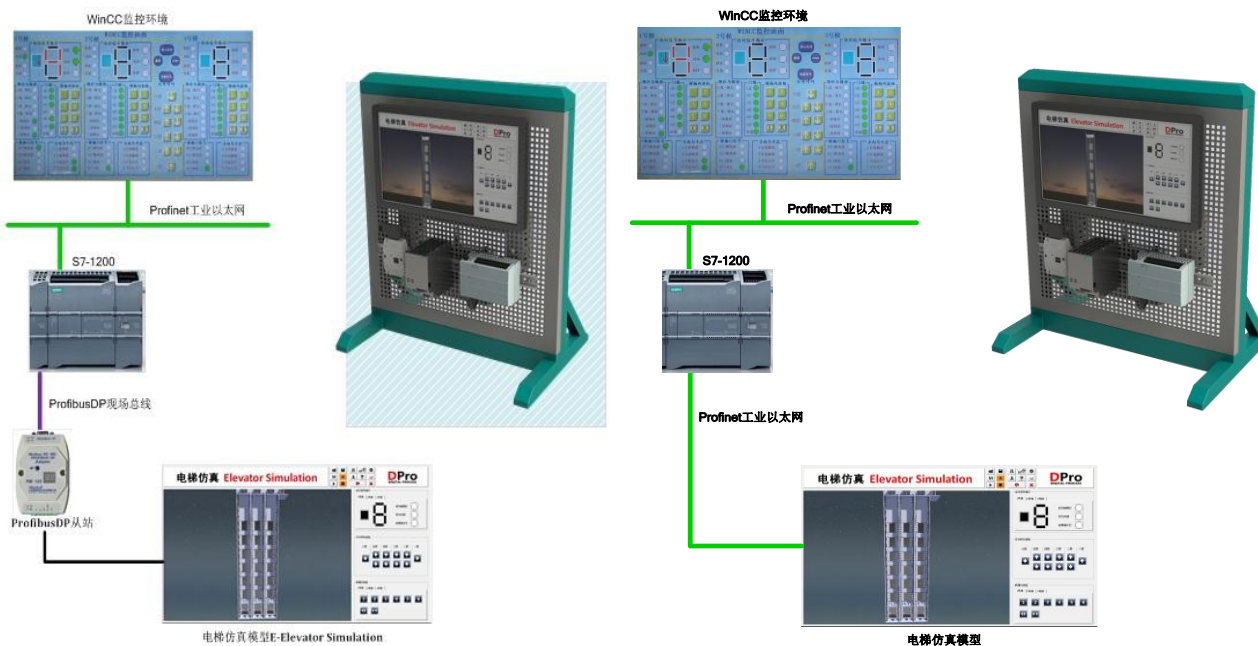
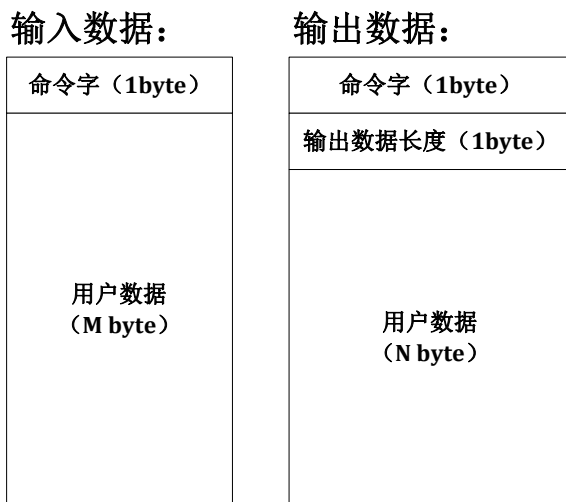
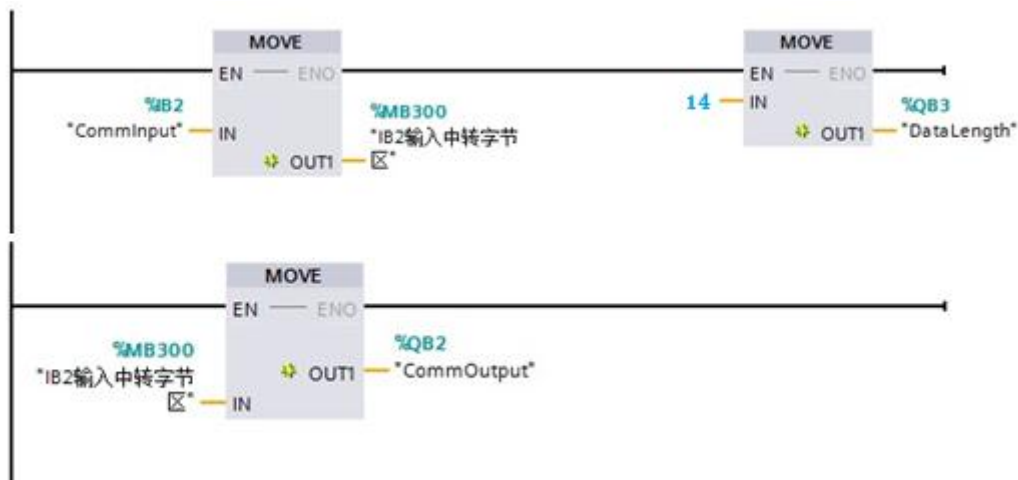

图 1-1 系统网络拓扑结构
图 1-2 PM125 通信协议格式定义
图 1-5 通信程序示例
整体网络拓扑结构见图1-1所示。
PM125模块提供了仿真对象与现场总线Profibus的互连，其作为Profibus DP从站，内部遵循一定的协议格式。从PLC端的角度来看，其格式如下图1-2所示：
(3) 在完成硬件组态之后，还需要按照前述图 1-2 所描述的通信格式定义，将命令字赋值给输出数据区第一个字节，将输出数据字节长度赋值给输出数据区的第二个字节。具体通信程序示例如图 1-5 所示。
在电梯仿真软件中设置“通讯类型选择”中选择“Ethernet”，如图1-1所示。单击确定进入“Ethernet Communication Configuration”配置界面，如图1-2所示。
右键单击 DB 块，选择“属性”，勾选“优化的块访问”前的复选框，如图 1-5 所示。